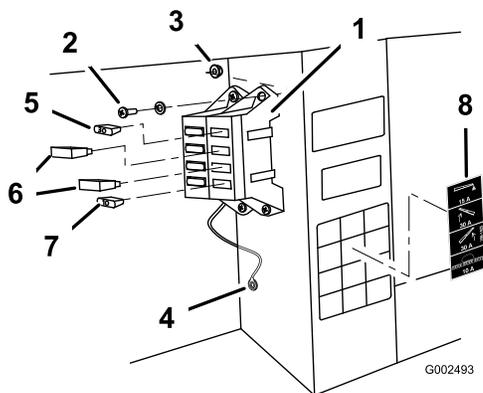

Figure 8
5. Connectez le fil de masse noir au boulon de 1/4 pouce à l'intérieur du châssis du véhicule au moyen de la rondelle en étoile (Figure 8).
7. Montez la boîte à fusibles et le faisceau sur le châssis à côté de la boîte à fusibles existante, à l'aide des deux vis (N° 10-24 x 3/4 pouce) et deux contre-écrous (N° 10-24) comme illustré à la Figure 8.
- A. Montez le fusible de 15 A dans l'emplacement du fusible du balisage à mousse (Figure 8).
- B. Montez le fusible 30 A dans les emplacements des fusibles de levage de rampes droite et gauche (Figure 8).
- C. Montez le fusible de 10 A dans l'emplacement du fusible d'alimentation du système de pulvérisation (Figure 8).